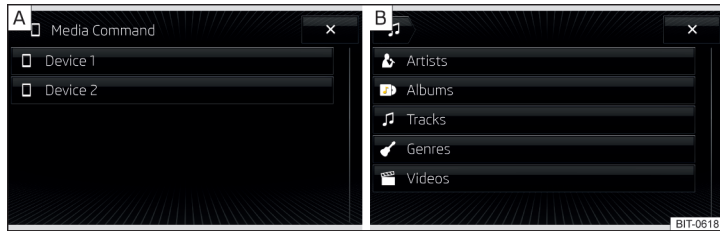

Abb. 196 Quelle auswählen / Kategorie auswählen
- > Zur **Auswahl der Wiedergabequelle** im Hauptmenü die Funktionsfläche antippen und das Quell-Tablet wählen » Abb. 196 - [A].
- > Zur **Wiedergabe** die Kategorie » Abb. 196 - [B] und anschließend den Titel auswählen.